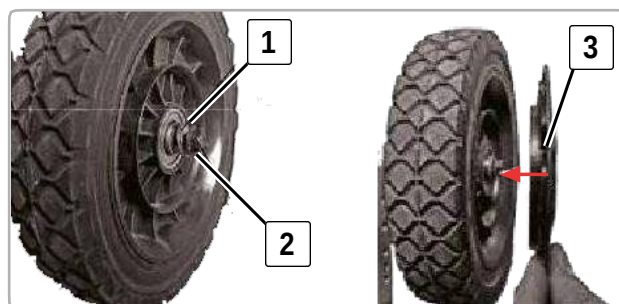

Fig.6
- Fixez l'ensemble de roue à l'aide d'une rondelle Fig 6 (1) et d'une vis Fig 6 (2). Répétez de l'autre côté.
- Fixez le godet de roue Fig 6 (3) à l'ensemble de roue. Répétez de l'autre côté.